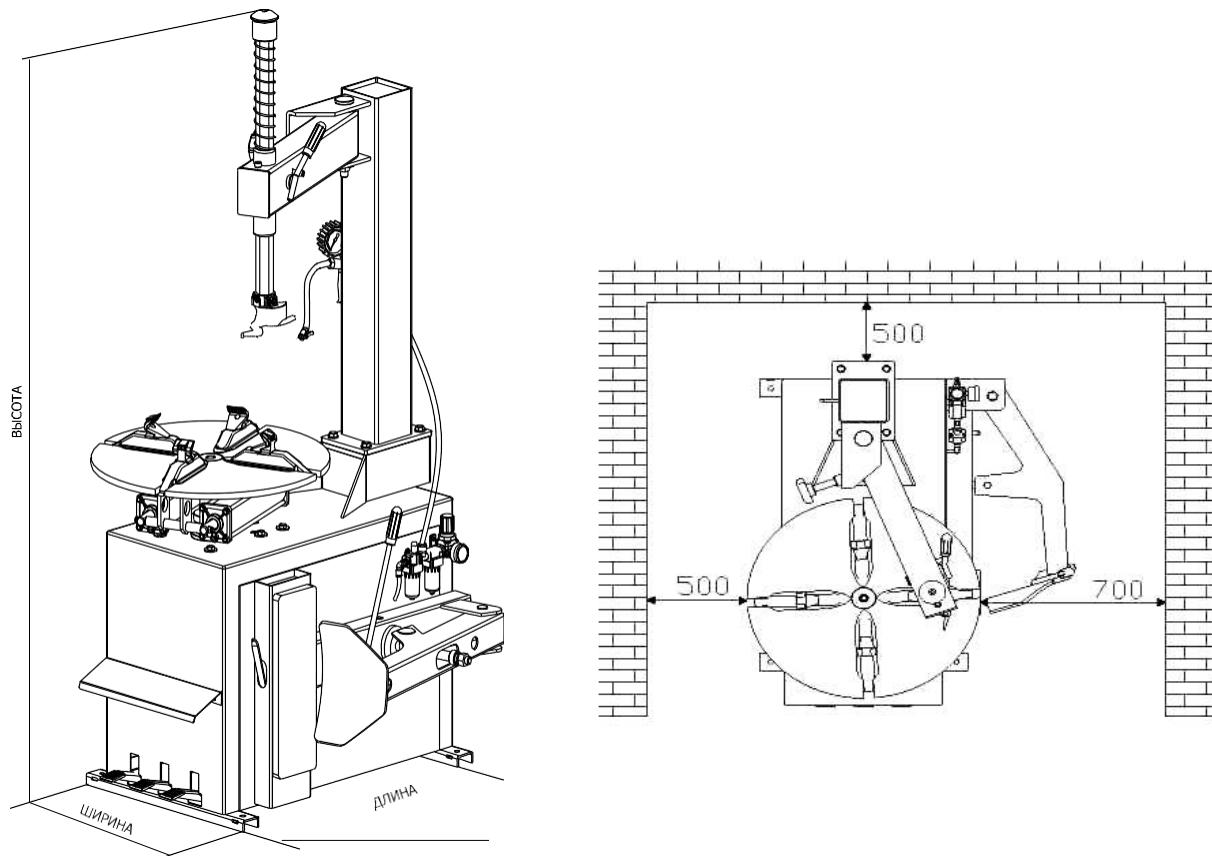

Рис. 4
**Размеры оборудования и вес брутто (без опциональных аксессуаров, таких как «третья рука»), см. рис. 4**